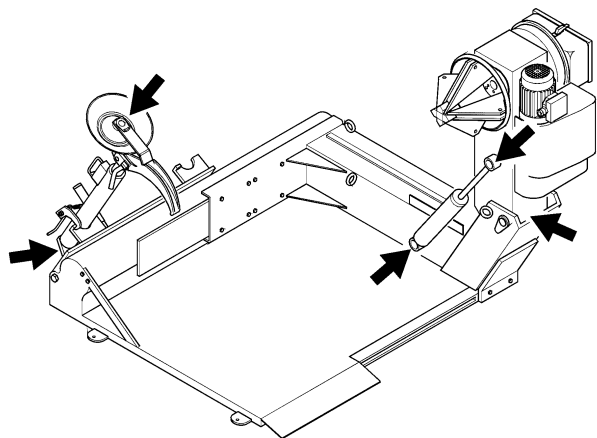

Рис.53
1. Смазывайте узлы при помощи шприца ежемесячно (Рис.53). Для достижения требуемых точек смазки, демонтируйте пластиковый кожух.